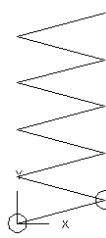
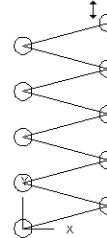

图 10-25 绘制步骤 3)
图 10-26 绘制步骤 4)
4) 单击“修改”工具栏中的“复制”按钮 $\text{C}$ ，结果如图 10-25 所示。重复上述步骤，结果如图 10-26 所示。